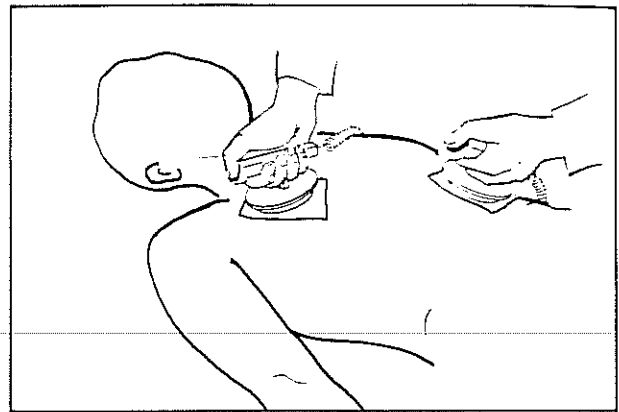

Bild 7
- Elektroden auf den Thorax aufsetzen und fest andrücken (Bild 7)
- Taste (3) CHARGE an der APEX-Elektrode kurz drücken: Energiespeicher wird geladen
- (9) zeigt die in $50\ \Omega$ abzugebende Energie an
- Nach Aufleuchten der Kontrolllampe (7) und Ertönen des Summers (Anzeige der in $50\ \Omega$ abzugebenden Energie an (9)) an beiden Elektroden innerhalb von 16 s Tasten drücken: die nächste R-Zacke löst den Defibrillationsimpuls aus